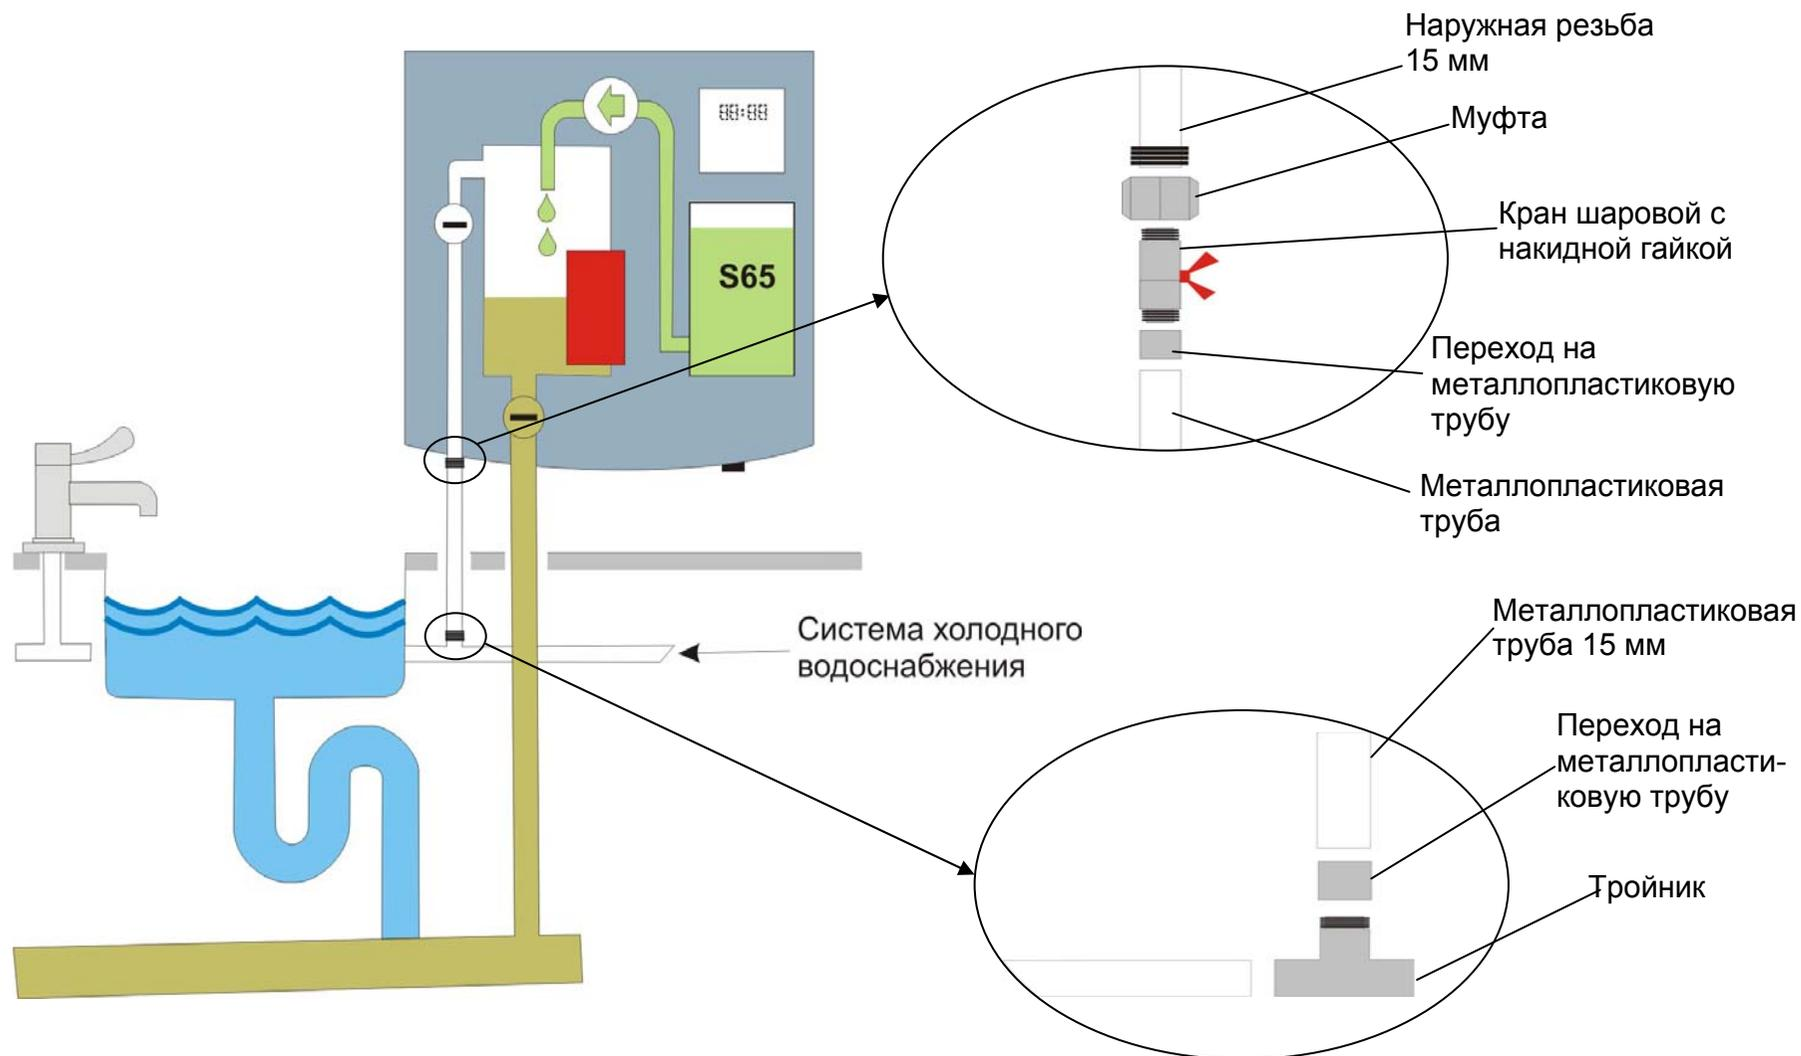

Рис. 3
3.1.2 Подсоедините кран шаровый с накидной гайкой к линии водопровода. (рис.3).